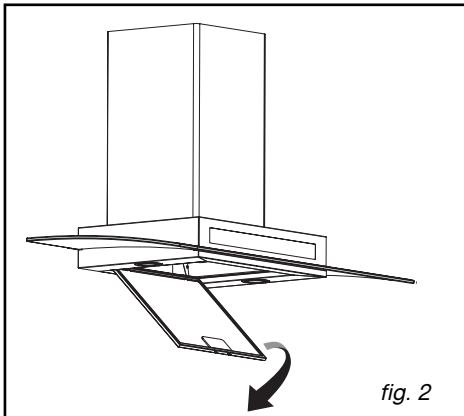

fig. 2
- Basculez le filtre cassette vers le bas (fig.2).